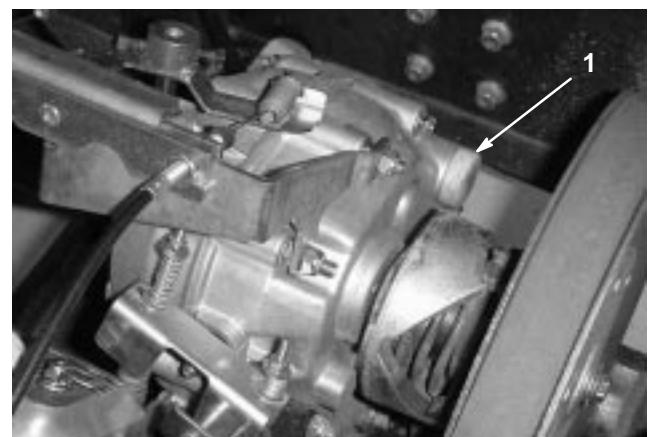

Bild 33
3. Füllen Sie den Behälter (Bild 33) mit ungefähr 1,4 l SAE 10W30 Motoröl oder so weit, dass der Ölstand die Unterseite des Prüfflochs erreicht (Bild 32).